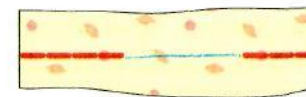
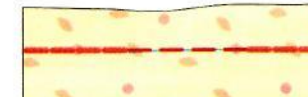
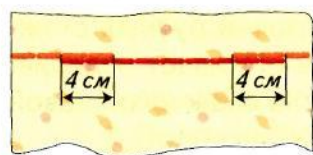

Рис. 83
Рис. 84
Рис. 85
Если поврежденный участок шва велик, проводят тонкую меловую линию для определения следа строчки (рис. 83). Детали на участке разрыва соединяют по этой линии (рис. 84). По меловому контуру выполняют шов соединения, в начале и в конце работы — машинную закрепку, чтобы строчка находила на оставшуюся строчку на 3–4 см (рис. 85).
1. Ремонт поврежденного участка машинной строчки (см. рис. 85, 86).